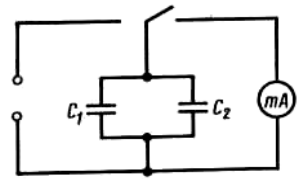

Рис. 2. Схема
10. Включить в собранную схему (рис. 2) два параллельно соединенных конденсатора известной ёмкости.